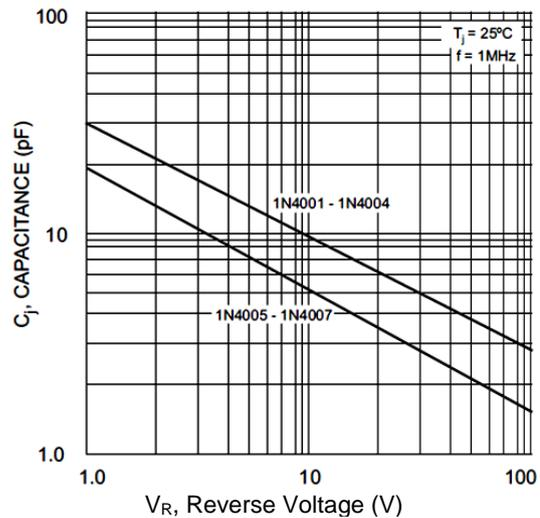

Figura 1.37 – Representação da capacitância típica de junção.
1. Capacitância da região de transição ou de depleção (C_T), associada à polarização reversa do diodo, variando obviamente com a tensão reversa aplicada. Tal efeito é utilizado em diodos do tipo *varactor*, por exemplo) – veja o gráfico da Figura 1.37.